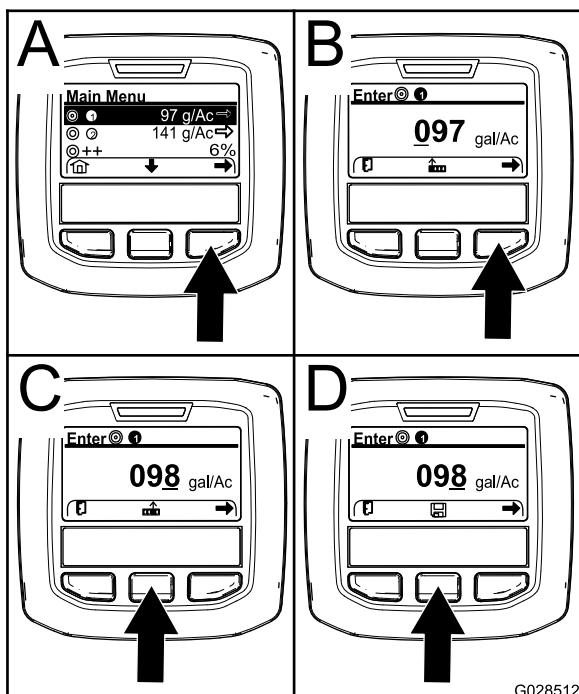

Figura 67
2. En caso necesario, pulse el botón de selección central para destacar el caudal de aplicación para el programa 1 del fumigador (Figura 67).
3. Pulse el botón de selección derecho para seleccionar el programa 1 del fumigador (Figura 67 A).
- Pulse el botón de selección derecho (Figura 67 B) para mover el cursor hasta la siguiente posición numérica a la derecha.
- Pulse el botón de selección central (Figura 67 C) para aumentar el valor numérico (de 0 a 9).
Nota: Aparece el icono Guardar encima del botón de selección central (Figura 67 D).
6. Pulse el botón de selección central (Figura 67 D) para guardar la programación del caudal de aplicación.